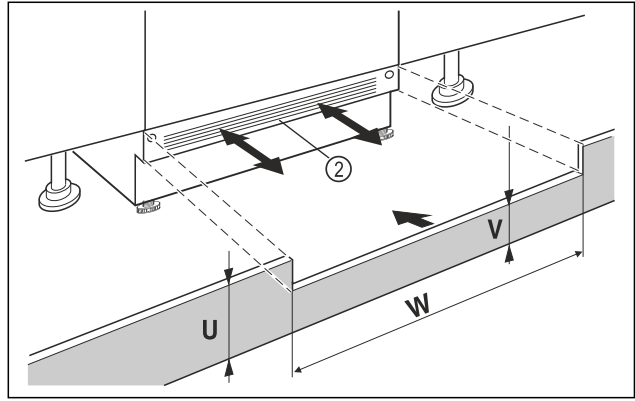

Fig. 14 Esimerkkikuva
- Aseta laitesokkelireunus Fig. 14 (2) paikoilleen, mutta älä kiinnitä sitä vielä.
- Jos sokkelireunus on näkyvässä Fig. 14 (2), vedä se niin pitkälle eteenpäin, että tuuletusristikon ja kalustesokkelireunuksen etureuna muodostavat tason.
- Jos sokkelireunus on piilotettu Fig. 14 (2), työnnä se täysin taakse.
- Varmista, että tuuletusraot ovat täysin vapaina: Leikkaa tarvittaessa pois kalustesokkelireunuksen Fig. 14 (U) korkeudesta!
- Sovita syvennyksen leveydeltä Fig. 14 (W) reunakorkeus Fig. 14 (V) laitesokkelireunuksen alla Fig. 14 (2).